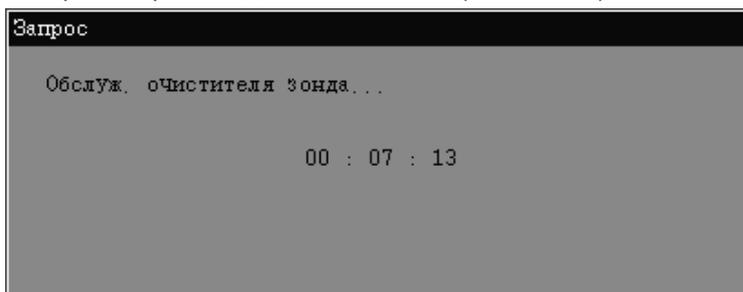

Рис. 10-13 Диалоговое окно
3. Следуйте инструкциям, приведенным в этом диалоговом окне. После нажатия клавиши АСПИРАЦИЯ откроется диалоговое окно (Рис. 10-13).